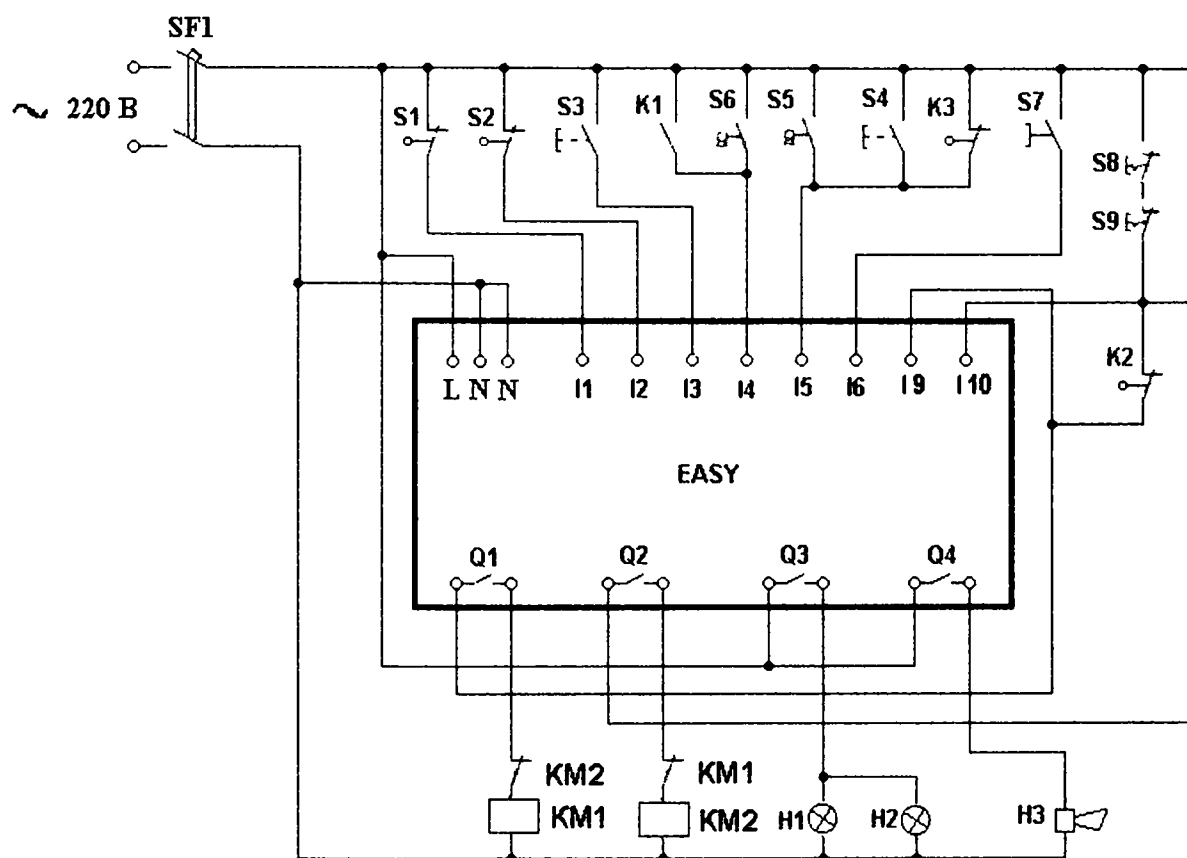

Рис. 9.32. Цепи управления реле EASY
Схема подключения. На рис. 9.32. показано подключение ко входам реле EASY следующих элементов: SF1 – автоматический выключатель; Н1 – внутренняя лампа световой сигнализации; Н2 – внешняя лампа световой сигнализации; Н3 – устройство звуковой сигнализации; К1 – контакт считывателя магнитной карты; К2 – контакт панели безопасности; К3 – контакт датчика; КМ1 – контактор закрывания двери, КМ2 – контактор открывания двери; S1 – контакт конечного выключателя закрывания двери; S2 – контакт конечного выключателя открывания двери; S3 – кнопка закрывания двери; S4 – кнопка открывания двери; S5, S6 – контакты ключей открывания двери; S7 – кнопка открывания - закрывания двери; S8 – кнопка аварийной остановки.
Перейти в режим **Имитация**. В панели инструментов во вкладке **Принцип работы I/R** установить контакты I1 - I6, I9 – I10 в соответствии со схемой, приведенной на рис. 9.32. Щелчком по кнопке **Показание** выбрать в открывшемся меню вывод на индикацию выходов реле (Q). Открыть вкладку **Входы I** и включить выполнение режима **Имитация**.